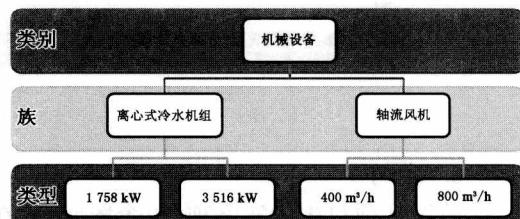

图 1-1
(1) 基准图元:定义项目上下文,如轴网、标高。
(2) 视图专用图元:对模型进行描述或归档,如尺寸标注、二维详图。
(3) 模型图元:建筑的实际三维几何图形。如风管、机械设备等。Revit® MEP 按照类别、族和类型对模型图元进行分类。三者关系见图 1-1。